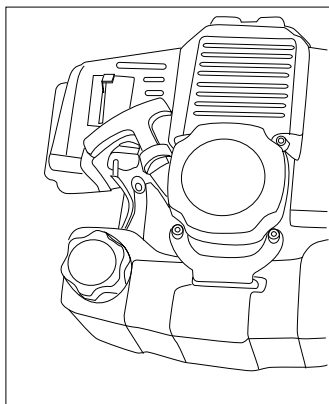

Рис.5
1. Переведите дроссельный рычаг в закрытое положение (Рис.5).